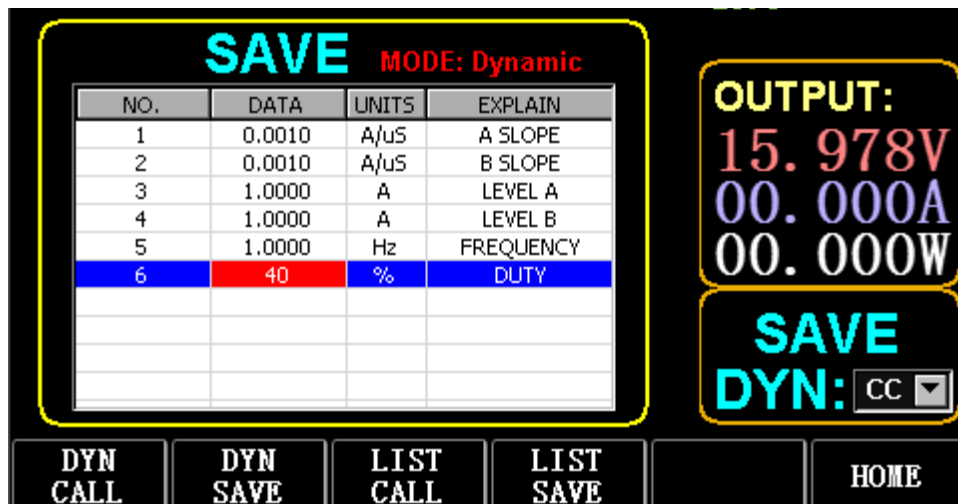

Fig. 3.1 DYN CC
Selecteer (FS) Dynamic om de interface te openen zoals weergegeven in afb. 3.1.